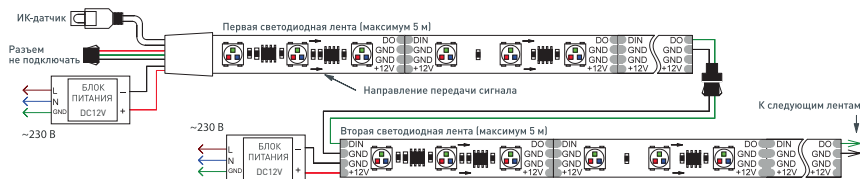
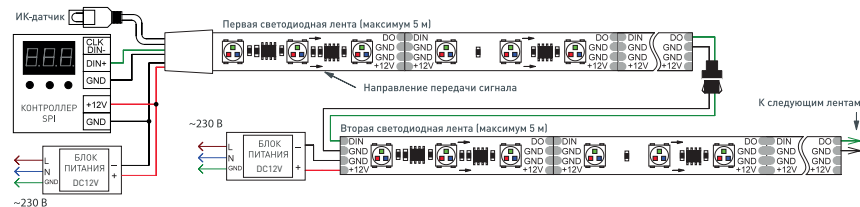

Рис. 1. Схема подключения ленты без использования внешнего контроллера (на примере лент с негерметичными разъемами).
Рис. 2. Схема подключения ленты при управлении от внешнего контроллера.
- Подключите ленту в соответствии с выбранной схемой (Рис. 1 или Рис. 2), соблюдая полярность и маркировку проводов. При подключении лент и соединении отрезков учитывайте направление передачи цифрового сигнала, указанное стрелкой на ленте. Вход сигнала управления имеет обозначение "DIN", выход — "DO". Для подключения используйте коннекторы из комплекта поставки. Руководствуйтесь маркировкой, нанесенной на ленту (см. таблицу), маркировкой на контроллере и информацией, приведенной в таблице выше.
- Подключите ленту согласно используемой схеме [Рис. 1 или Рис. 2], соблюдая полярность.